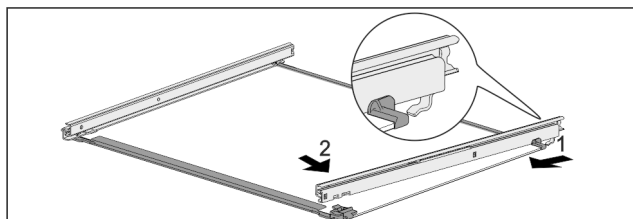

Fig. 59 Skleněná deska s kolejničkami
- ▶ Zahákněte kolejničku vzadu. Fig. 59 (1)
- ▶ Zaklapněte kolejničku vpředu. Fig. 59 (2)